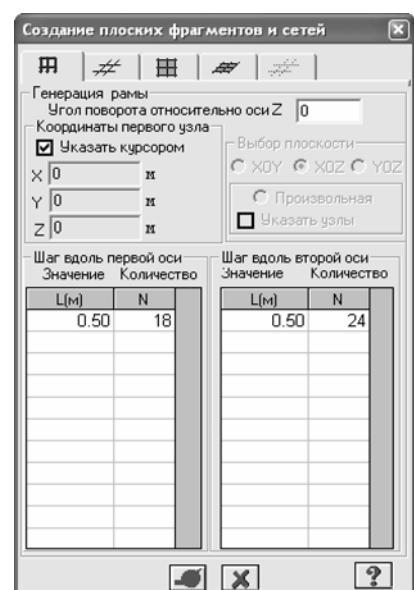

Рис.4.4. Диалоговое окно **Создание плоских фрагментов и сетей**
- Установите флажок в поле **Указать курсором** и укажите курсором на узел № 4 (узел окрасился в малиновый цвет и в диалоговом окне отобразились его координаты) (рис.4.4).